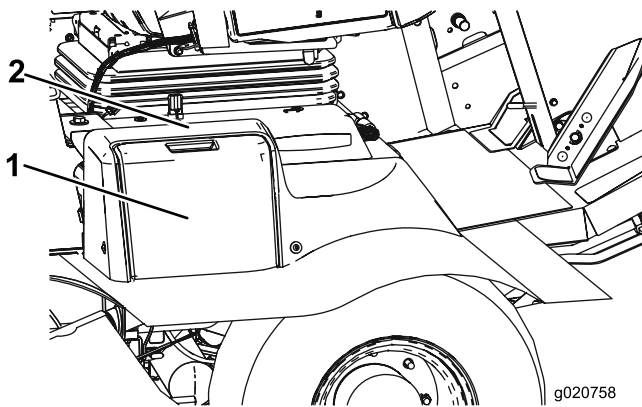

Bild 53
1. Öffnen Sie die Batterieabdeckung (Bild 53). an der Seite der Motorhaube.
Hinweis: Üben Sie Druck auf die flache Oberfläche über der Batterieabdeckung aus, um das Entfernen zu erleichtern (Bild 53).